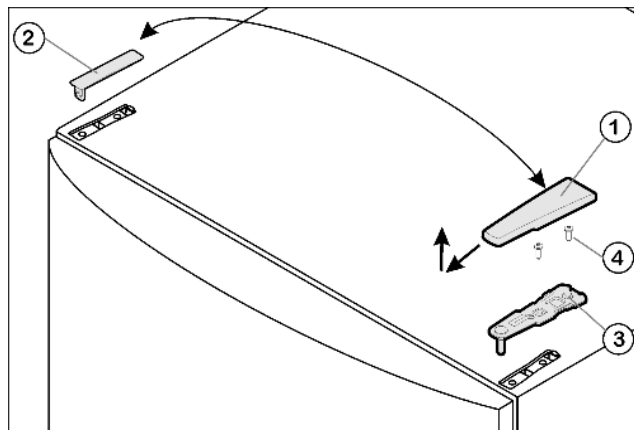

Fig. 4
- ▶ Крышку Fig. 4 (1) снимите движением вперед и вверх.
- ▶ Снимите крышку Fig. 4 (2).
- ▶ Открутите верхний опорный кронштейн Fig. 4 (3)(2 шт. Торх 25) Fig. 4 (4) и вытяните вверх.
- ▶ Установите верхний опорный кронштейн Fig. 4 (3) на новой стороне шарнира и защелкните в дверце.
- ▶ Прикрутите верхний опорный кронштейн (с моментом 4 Нм)(2 шт. Torx 25) Fig. 4 (4). При необходимости проделайте отверстия или используйте аккумуляторную отвертку.
- ▶ Наденьте и защелкните крышку Fig. 4 (1) и крышку Fig. 4 (2) на противоположной стороне снаружи.